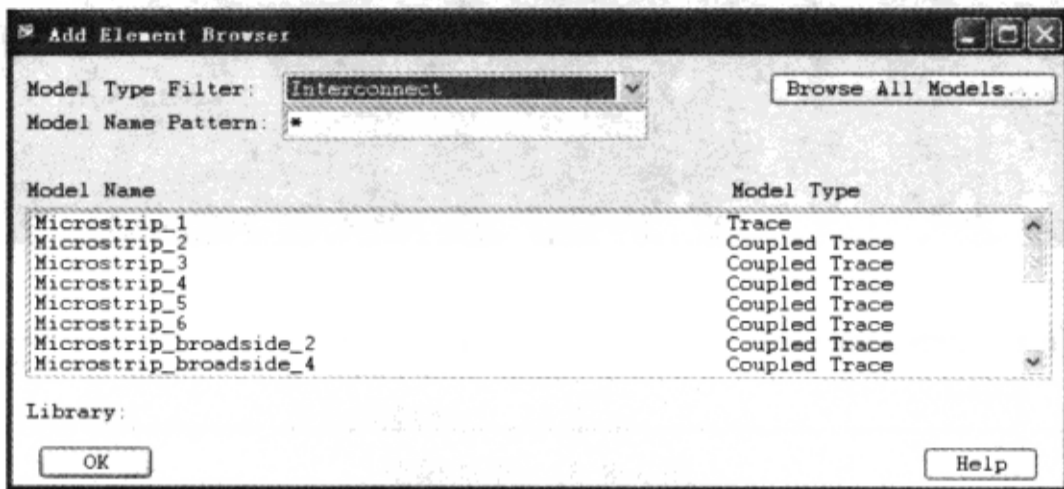

图 3-8-35 “Add Element Browser”对话框
(1) 执行菜单命令“Edit”→“Add Element...”，打开“Add Element Browser”对话框，在“Model Type Filter”栏的下拉菜单中选择“Interconnect”，如图 3-8-35 所示。